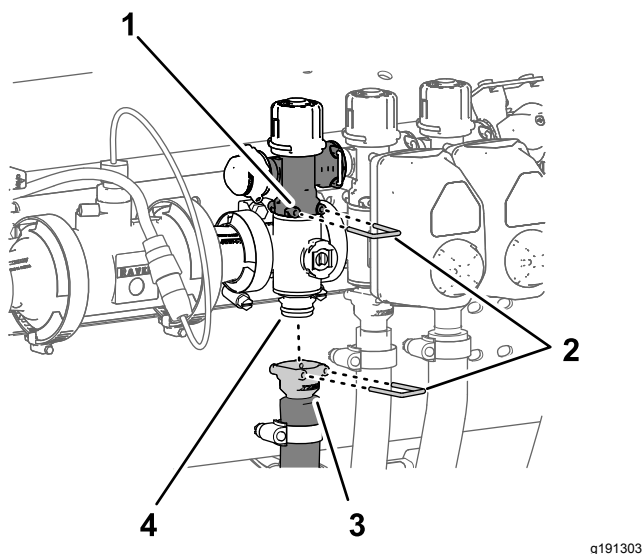

Figure 110
1. Retirez l'étrier qui fixe le raccord rapide de la vanne de dérivation de section à la vanne du collecteur de section (Figure 110)
- Retirez l'étrier qui fixe le raccord rapide du flexible d'alimentation de section au collecteur et l'étrier qui fixe le raccord rapide de la vanne du collecteur de section (Figure 110).